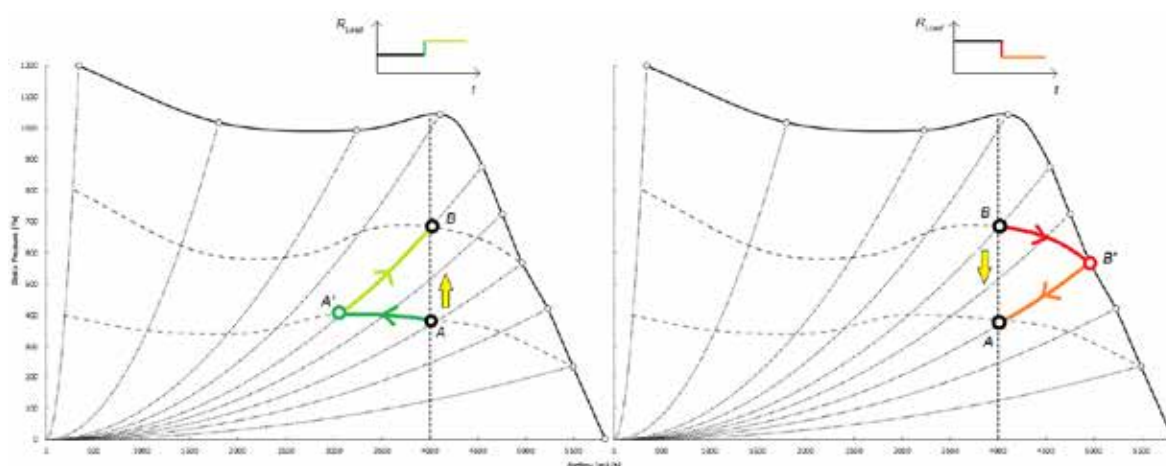

Fig. 18
La figure 18 montre la réponse par étapes dans un système réel lorsque  $R_{Load}$  est d'abord augmentée soudainement puis diminuée soudainement jusqu'à revenir à la valeur initiale. L'Algorithme de Débit d'Air Constant sans Capteur du ventilateur fonctionne en termes de Vitesse (SX) et de Puissance (WX).